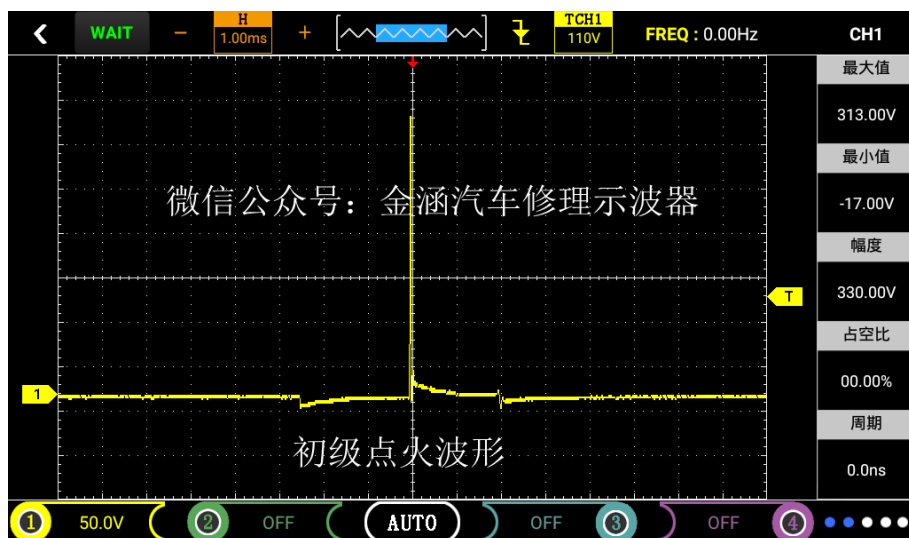

图3
③将探头接到示波器CH1且探头调置10X档，然后接地夹接到信号地或搭铁
④由于示波器初级点火已默认好设置（探头档10X，时基档1ms，垂直幅格50v），只需将探头针连接点火线圈即可直观的显示波形。如图3（当波形晃动变化太快难以捕捉，可以设置触发模式为正常触发再去检测）